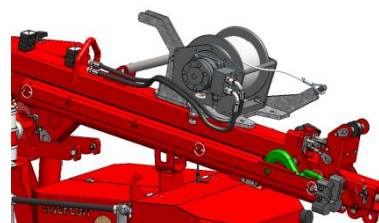

Abbildung 46
- Nehmen Sie den Handarm von der Stütze am Ausleger (siehe *Abbildung 46*).